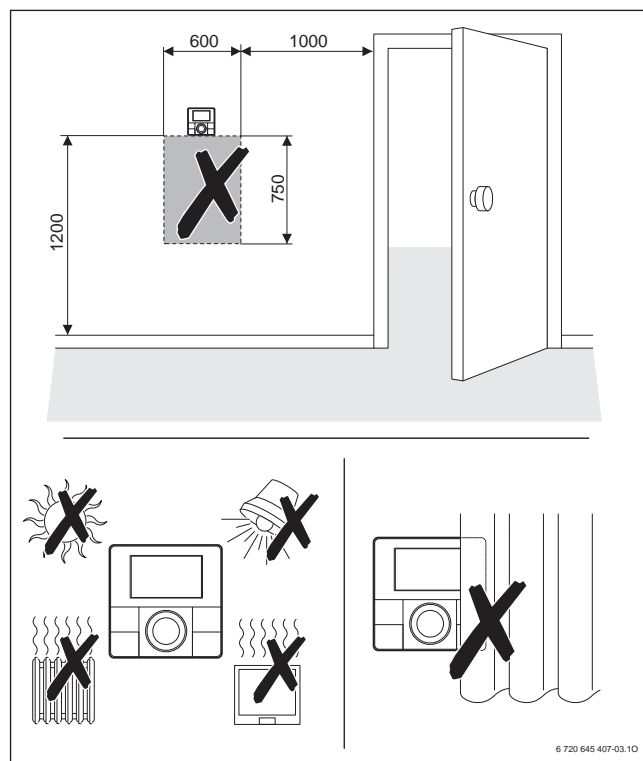

Bild 62 Position der Fernbedienung CR 10/CR 10 H im Referenzraum (Maße in mm)
- Bedieneinheiten für die raumtemperaturgeführte Regelung im Referenzraum installieren (→ Bild 62).